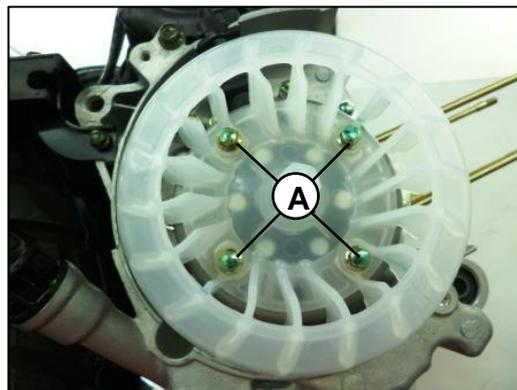

Fig. 02
Remueva los cuatro tornillos (A) de sujeción del ventilador. **Fig.02**